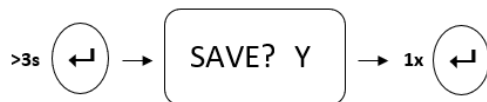

Abbildung 42: Einstellungen für Bus-Adresse und Baudrate am Socomec e23/e24
- Schalten Sie mit der „△“-Taste die Menüunterpunkte durch bis zur Einstellungs Menü „Addr“. Prüfen Sie Die Bus-Adresse, ob diese auf „005“ eingestellt ist. Sollte dies nicht der Fall sein, stellen die diese mithilfe der nachfolgenden Abbildung 42 auf „005“ ein.
- Schalten Sie mit der „△“-Taste die Menüunterpunkte durch bis zum Einstellungs Menü für die Baudrate „baud“. Prüfen Sie die Baudrate, ob diese auf „9,6 k“ eingestellt ist. Sollte dies nicht der Fall sein, stellen die diese mithilfe der nachfolgenden Abbildung 42 auf „9,6 k“ ein.